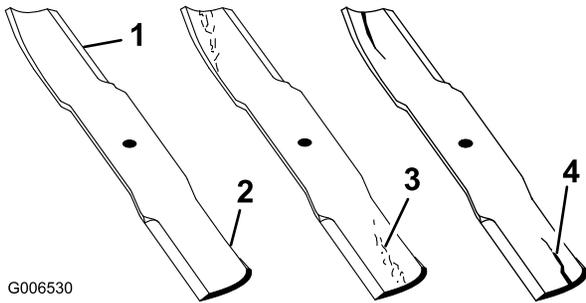

Figura 63
1. Inspeccione los filos de corte (Figura 63). Si los bordes no están afilados o tienen muescas, retire las cuchillas y afíelas. Consulte Afilado de las cuchillas (página 51).